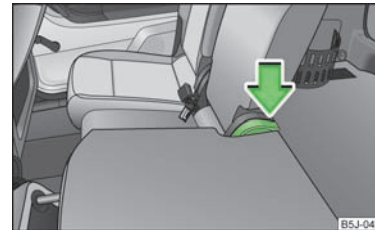

Abb. 41
- › Den Hebel » Abb. 41 drücken und die Sitzlehne zurückklappen. Durch Ziehen sicherstellen, dass die Sitzlehne eingerastet ist.